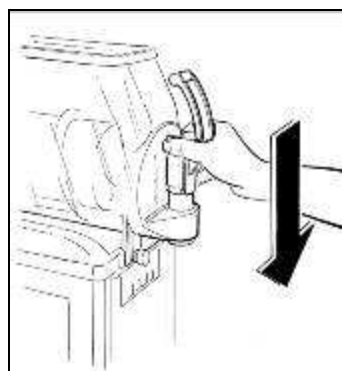

Fig. 38
- Rimontare il rubinetto (fig.38) avendo cura di cospargere con grasso di vaselina le guarnizioni per agevolare lo scorrimento dello stesso nella propria sede fino al completo inserimento.